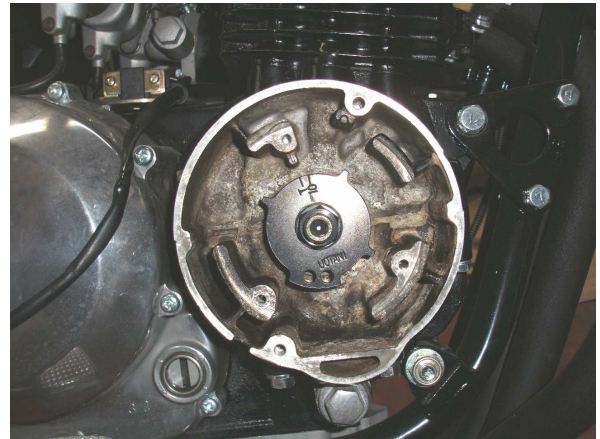

図2、SP II タイミングロータの取り付け
- ②SPⅡタイミングロータを付属の8 * 35mmボルトを使用して取り付けて下さい(図2)。